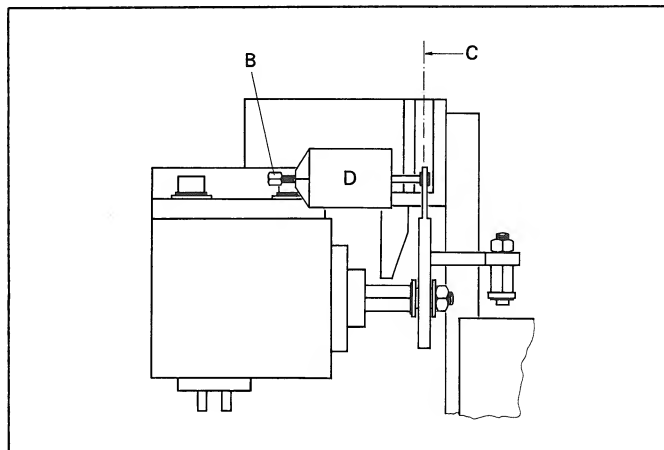

Fig. 3.6
- wechselweise Taste PLAY und STOP drücken und die Bewegung des Schwenkträgers beobachten. Durch Drehen der Sechskantmutter [B] am Kolbendämpfer* (Fig. 3.6) die Dämpfung so einstellen, dass sich der Schwenkträger kontinuierlich und nicht ruckartig in die PLAY- oder STOP-Position begibt
Der Kolbendämpfer muss so eingestellt sein, dass sich der Schwenkträger (Cassette eingelegt) beim Drücken der Tasten PLAY und STOP schnell aber ohne ein zu starkes Anschlaggeräusch in die jeweilige Position bewegt. Dieser Vorgang muss innerhalb von 0,5 bis 0,8 s ausgeführt sein. Bei zeitweisem Blockieren des Schwenkträgers ist die Dämpfungspumpe [D] (Fig. 3.6) und die Achse [C] auf Leichtgängigkeit zu prüfen. Der Kolbendämpfer* wird mit Schraube [B] eingestellt. Die Einstellung muss bei Betriebstemperatur des Andruckmagneten erfolgen.